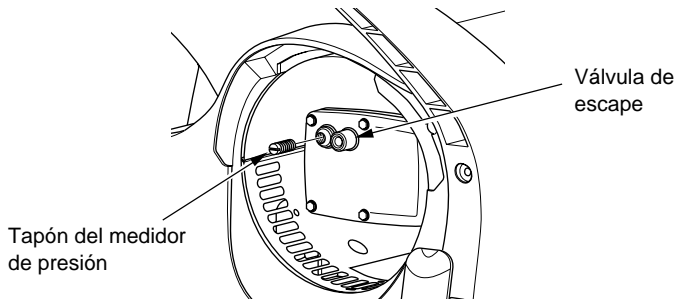

Figura 9 - Desmontaje del tapón del medidor de presión
2. Desmonte el tapón del medidor de presión de la cubierta del extremo del filtro (consulte la figura 9).